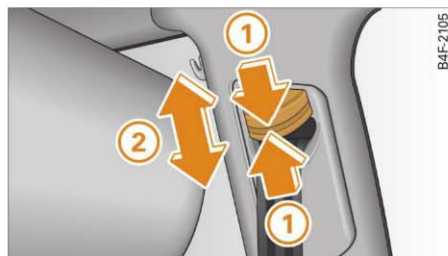

Fig. 181 Reglarea pe înălțime a centurilor locurilor din față
- *Deplasați* dispozitivul de reglare în **sus** ⇒ fig. 181 ②, respectiv
- *apăsați* tasta ① și *deplasați* dispozitivul de reglare în **jos** ②.